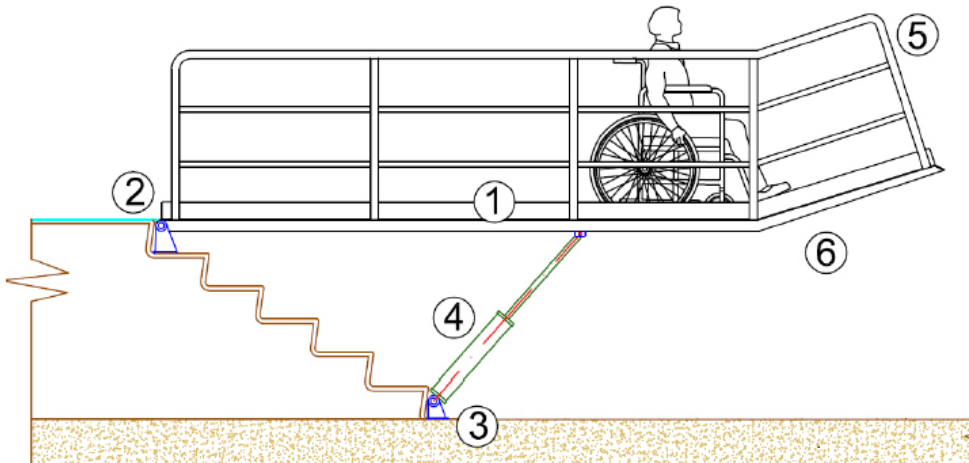

Figura 2: Vista lateral Rampa alta
Un detector controla la inclinación de la plataforma (1) de modo que cuando su tramo principal alcanza la posición horizontal (ver figura 2), esta se detiene. Un conjunto de válvulas de seguridad bloquea los cilindros impidiendo el movimiento de la plataforma. En esta posición es muy fácil circular por la plataforma y desembarcar en la parte alta de la escalera.